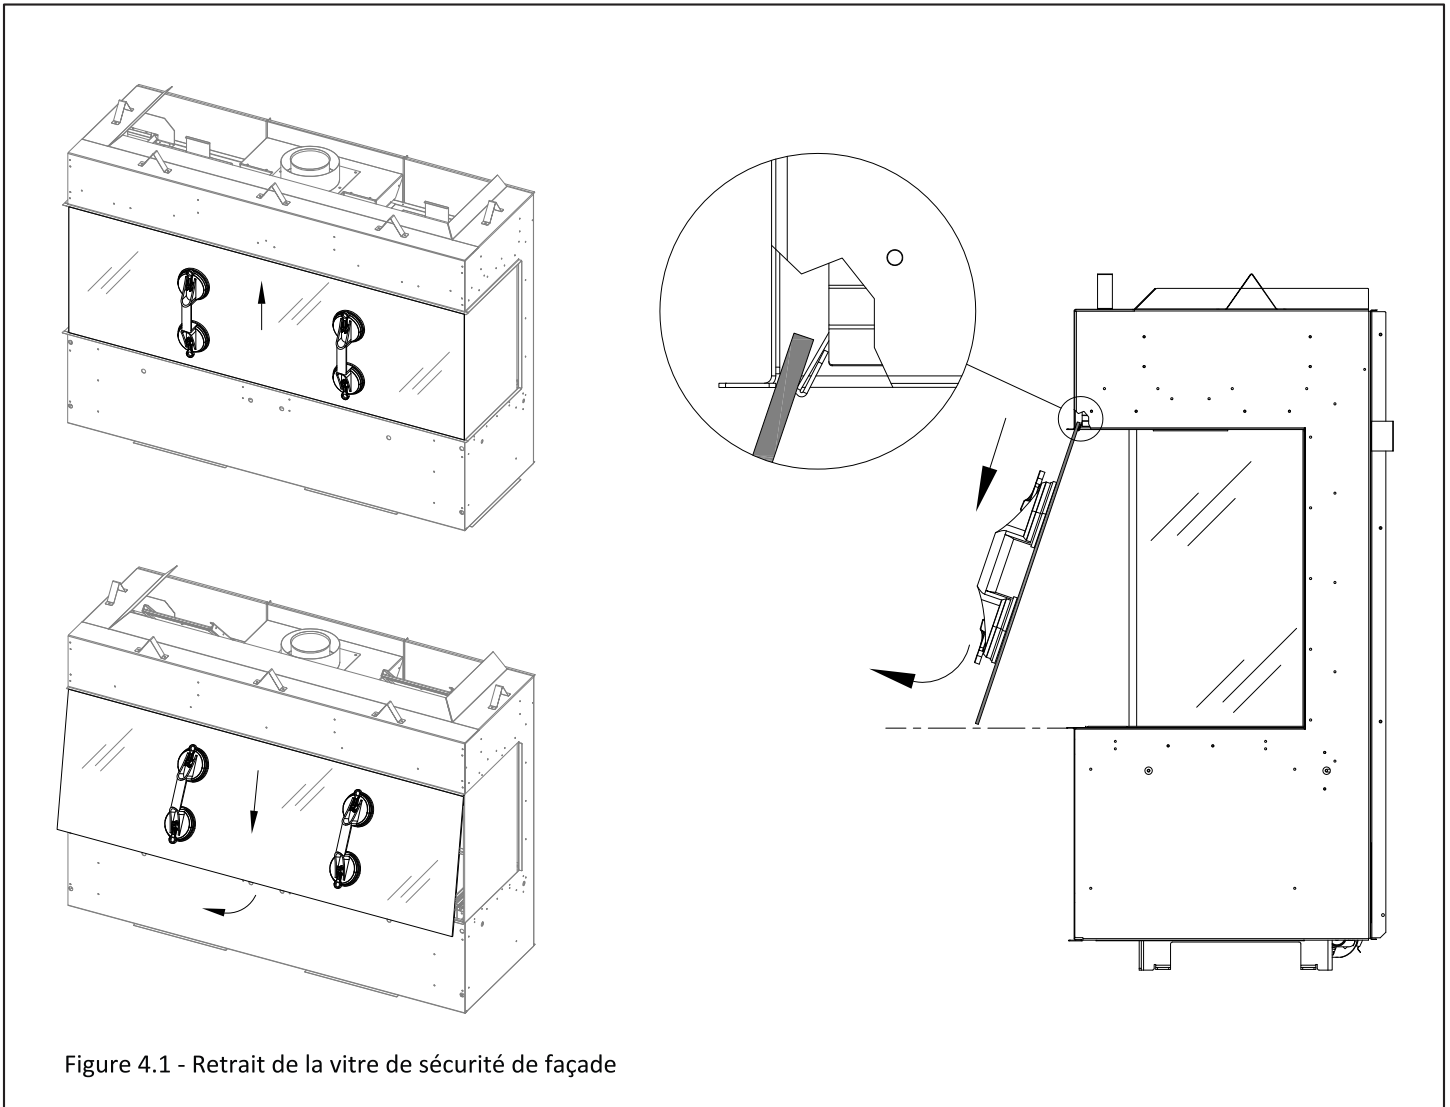

Figure 4.1 - Retrait de la vitre de sécurité de façade
1. Fixez une ventouse de levage à chaque vitre de sécurité latérale (de côté). Glissez-les vers l'arrière du foyer pour laisser un espace d'environ 1/4 po à 1/2 po entre la vitre latérale et la vitre de façade. Puis, fixez les ventouses de levage à la vitre de sécurité de façade, et retirez-la tel que montré à la Figure 4.1. Soulevez la vitre de sécurité et inclinez le bord inférieur de la vitre de sécurité latérales.